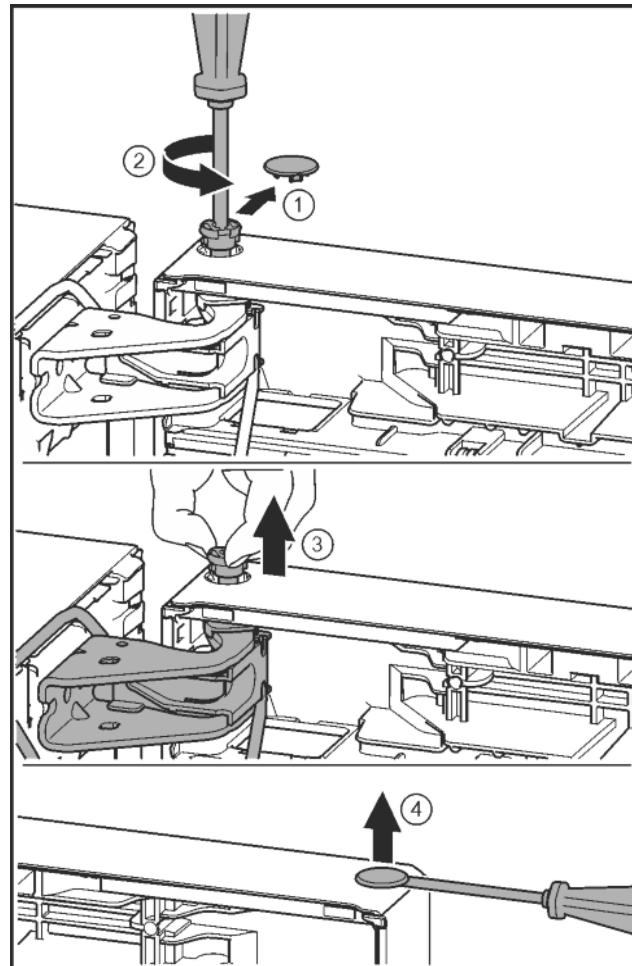

Fig. 22
- Осторожно снять предохранительную крышку. *Fig. 22 (1)*
- Немного выкрутить палец отверткой T15. *Fig. 22 (2)*
- Удерживать дверь и вытянуть палец рукой. *Fig. 22 (3)*
- Осторожно приподнять шлицевой отверткой заглушку из опорной втулки двери и вынуть. *Fig. 22 (4)*